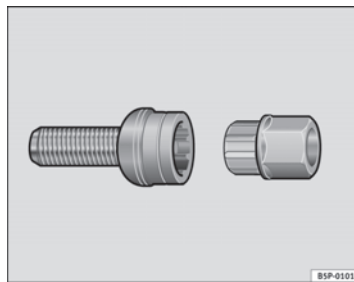

Abb. 137 Diebstahlhemmende Radschraube
- Setzen Sie den Adapter bis zum Anschlag in die diebstahlhemmende Radschraube ein ⇒ Abb. 137.